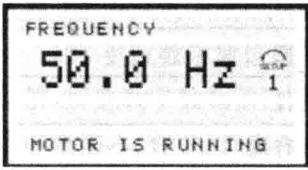

图 1-9 读数状态 I 显示内容
(1) 读数状态 I 该读数状态在启动或初始化后为标准状态,第二行给出带有相关单位的操作变量数据值,第一行给出第二行运行变量的文字解释。例如,通过参数 009 将频率设置为运行变量,图 1-9 所示为读数状态 I 显示的内容,在正常运行过程中,可通过[◀▶]键立即